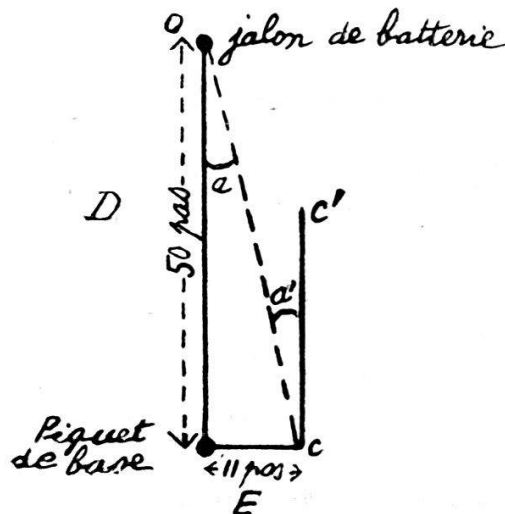

FIG. 1.
Le problème consiste à donner à toutes les pièces de la batterie une direction  $cc'$  (fig. 1) parallèle à la direction jalonnée.
*Premier procédé* : Supposons les distances  $E = 11$  pas,  $D = 50$  pas (fig. 1)). Il faut calculer l'angle  $a'$ .